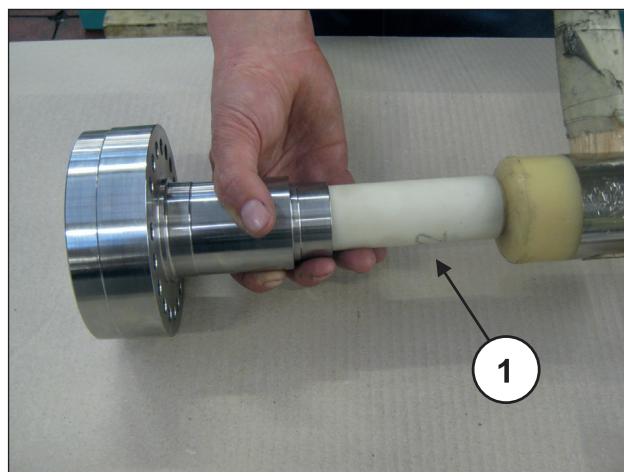
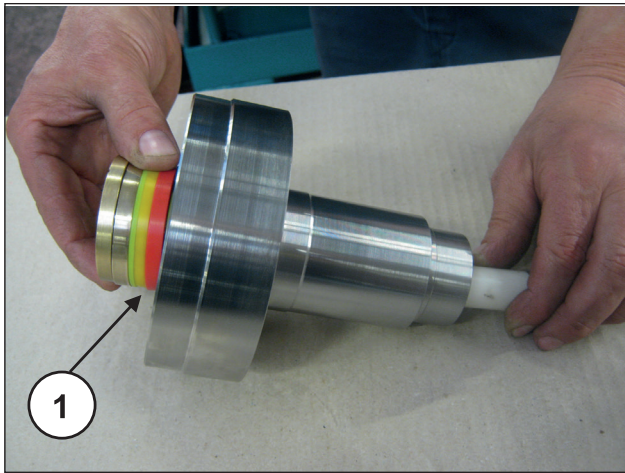

Fig. 192
Fig. 193
Con el soporte de la junta HP desmontado y utilizando la clavija de plástico (pos. ①, Fig. 192) extraer el paquete HP (alta presión) (pos. ①, Fig. 193), y, por último, la anillo de cabecera (Fig. 194).
Sustituir el paquete HP (pos. ①, Fig. 193) cada vez que se realicen operaciones de desmontaje.